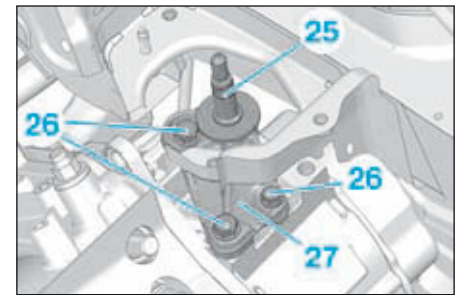

FIG.12
- l'axe support élastique (25) (Fig.12),
- les fixations (26),
- le support (27),